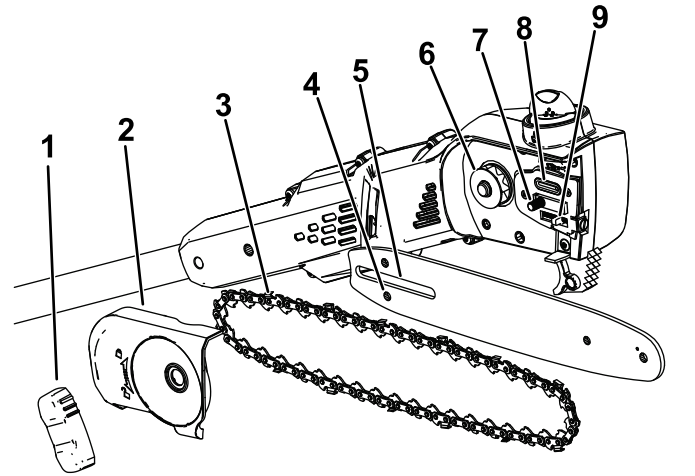

Figura 19
2. Retire la cubierta lateral; gire el pomo de la cubierta en sentido antihorario hasta que el pomo quede libre, y luego retire la cubierta lateral (Figura 19).
7. Compruebe que la salida de aceite (Figura 19) está libre de residuos; limpie la zona si es necesario.
Importante: Asegúrese de introducir el espárrago de ajuste de la cadena en la ranura del espárrago de ajuste de la cadena de la espada (**Figura 19**). Puede ser necesario girar el tornillo tensor de la cadena para poder introducir el espárrago en el orificio de la espada.